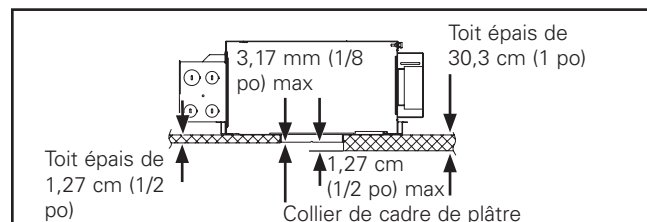

Figure 3.
- Pour assurer de bonnes performances, la plateforme du boîtier doit être installée avec le bord du collier du cadre de plâtre aligné à 12,7 mm (1/2 po) ou moins sous le plafond fini. La plateforme du boîtier est conçue pour des toits épais de 12,7 à 25,4 mm (1/2 à 1 po) en utilisant le collier de cadre de plâtre standard (Figure 3.).